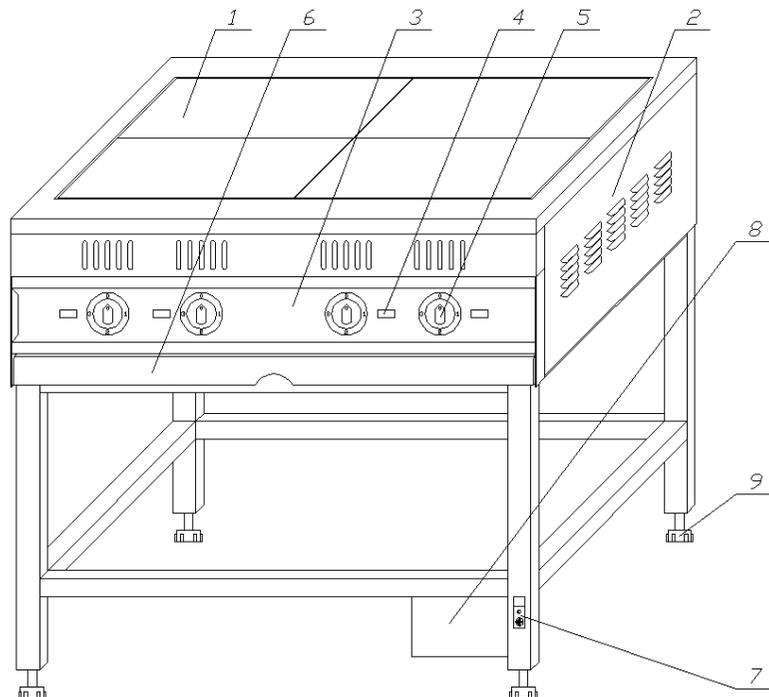

Рисунок 1 –общий вид плиты
4.1 Общий вид плиты приведен на рис. 1.
6.4 Установить плиту на полу и произвести выравнивание ее положения с помощью регулируемых опор 9 (смотри рис.1).